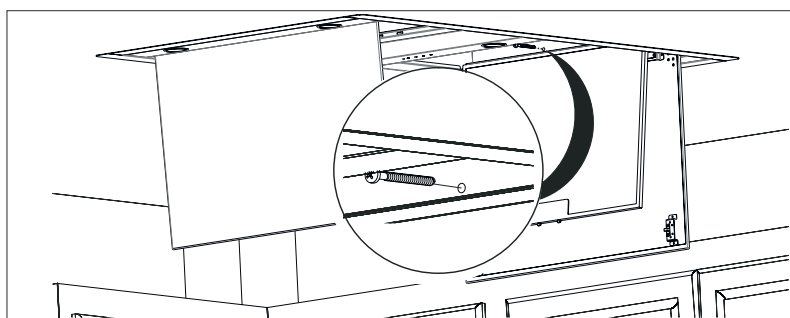

Fig. 10
6. ► Alternativt kan fläkten skruvas fast inifrån på sidorna med 5,5X60 skruvar (Fig. 10).